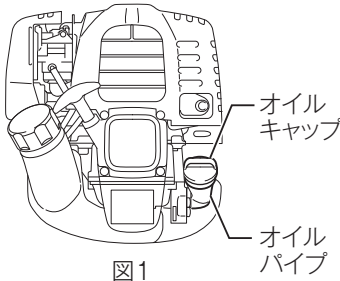
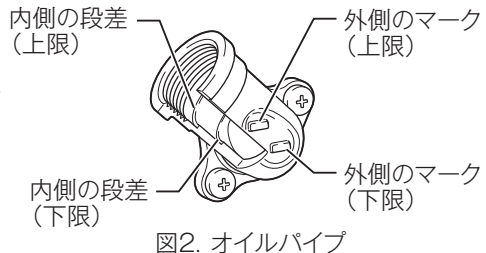

図1
図2. オイルパイプ
- ・ エンジンを水平にし、オイルキャップ(図1)をはずしオイルパイプの上限・下限位置の範囲内(図2)までオイルがあるか点検してください。